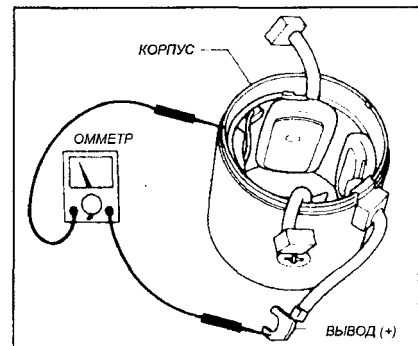

Рис. 10-22.
2. Проверьте изоляцию между положительным выводом обмотки возбуждения и корпусом (рис. 10-22). Если есть проводимость — замените обмотку возбуждения.